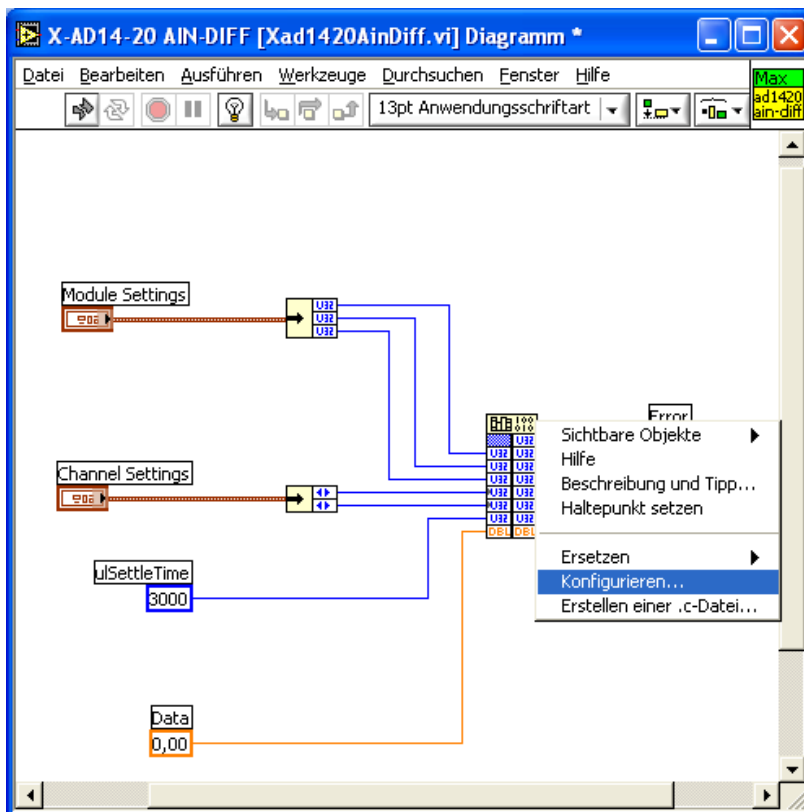

Abbildung 6: Konfigurieren des Blockes „Aufruf externer Bibliotheken“
- Den Dialog zum Konfigurieren des Blockes „ Aufruf externer Bibliotheken“ durch Rechtsklick auf den Block und „Konfigurieren“ öffnen. (Abbildung 6)